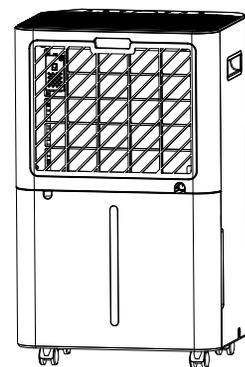

Fig.3
- Lassen Sie den Filter natürlich trocknen und setzen Sie ihn dann wieder in sein Gehäuse ein (Fig.3).